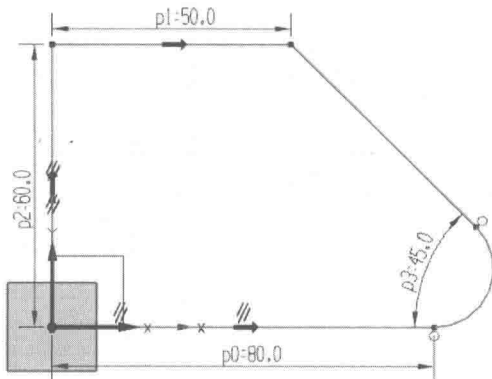

图 1-1-7 添加尺寸约束
(4) 添加尺寸约束。在【草图工具】工具条中选择（自动判断尺寸）按钮，按照图 1-1-7 所示的尺寸进行标注， $p0=80$ ， $p1=50$ ， $p2=60$ ， $p3=45$ ，此时草图曲线全部转换成绿色，表示已经完全约束。